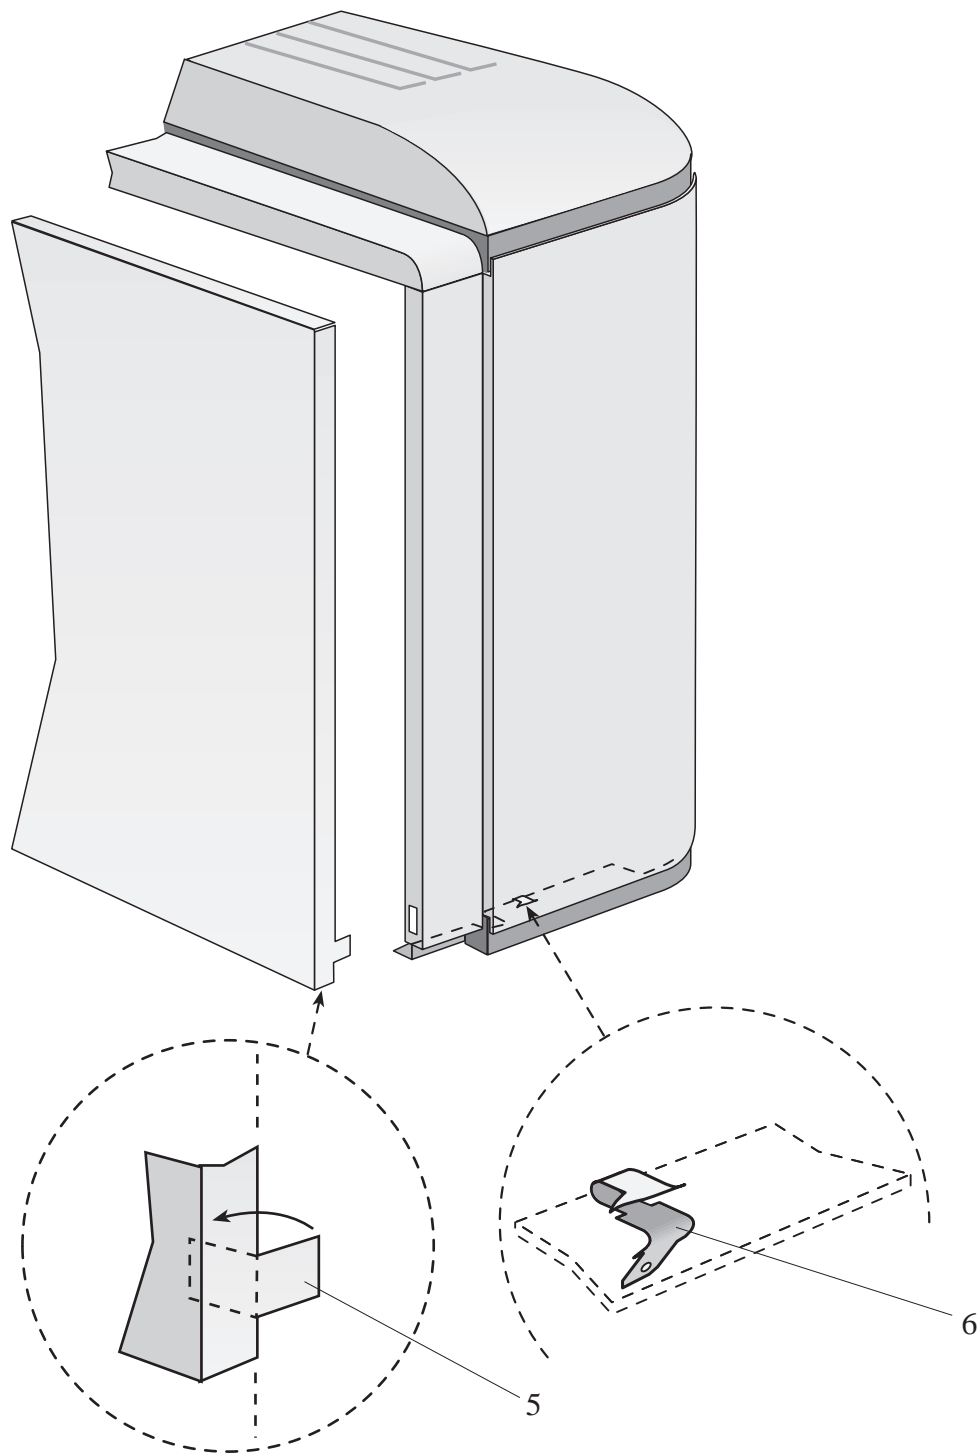

Fig. 4
- a) montare sul mantello della macchina la guida (6) fornita a corredo del pannello secondo quanto illustrato in Fig. 4;
- b) piegare verso l'interno le linguette (5) del pannello;
- a) *mount the guide (6) supplied with the second panel on the machine shell, as shown in Fig. 4*
- b) *bend the panel tangs (5) inward.*
- a) monter sur le revêtement de l'appareil le guide (6) fourni avec le panneau, selon les illustrations suivantes, fig.4;
- b) plier les languettes (5) vers l'intérieur du panneau;
- a) Bringen Sie am Gehäuse Ihres Gerätes die Führung aus dem Zubehör der Platte an, siehe hierzu Abb. 4.
- b) Biegen Sie die Laschen (5) der Platte nach innen.